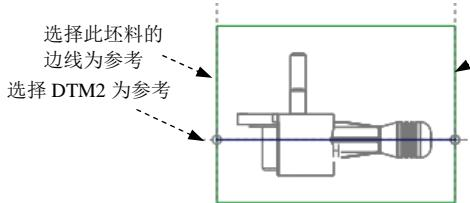
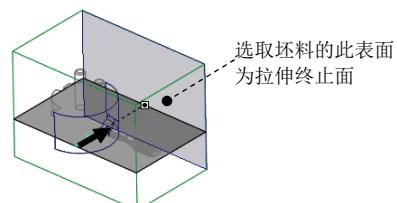

图 10.14 截面草图
图 10.15 选取拉伸终止面
(4) 绘制截面草图。
① 选取图 10.14 所示的坯料的边线为草绘参考。
② 在模型树中选择 → **层树(L)** 命令，然后依次单击 DATUM → 在 **HANDLE-BODY_MOLD_REF.PRT** 中 → **DTM2:F1(外部合并)** 为草绘参考。
③ 选取图 10.14 所示的边线为草绘参考，然后在“参考”对话框中单击 **关闭(C)** 按钮，绘制图 10.14 所示的截面草图（截面草图为一条线段）；完成截面的绘制后，单击“草绘”操控板中的“确定”按钮
(5) 设置深度选项。
- ① 在操控板中选取深度类型 (到选定的)。
- ② 将模型调整到图 10.15 所示的视图方位，选取图中所示的坯料表面为拉伸终止面。
- ③ 在操控板中单击 按钮，完成特征的创建。在模型树中选择 → 模型树 命令。